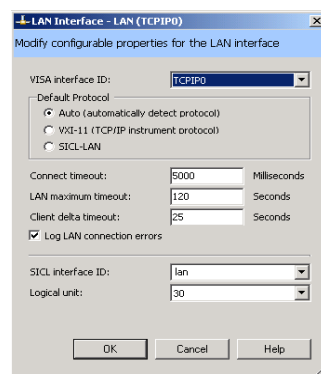

図 4 LAN Interface設定ダイアログ・ボックス
- 2 エクスプローラ枠で**LANインタフェース**を選択します。プロパティ枠で**Change Properties...**ボタンをクリックします。図4に示すように、**LAN Interface**ダイアログ・ボックスが表示されます。